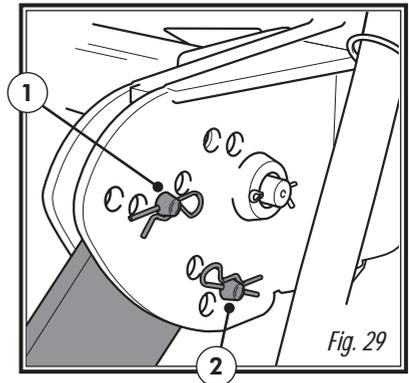

Fig. 29
**a.** Mediante el bulón superior (nº 1, fig. 29) controlaremos la profundidad del equipo de siembra y consecuentemente mayor o menor presión sobre el suelo.
**b.** Con el bulón inferior (nº 2, fig. 29) controlaremos la penetración del rodillo en el suelo y además podremos fijarlo para el transporte.